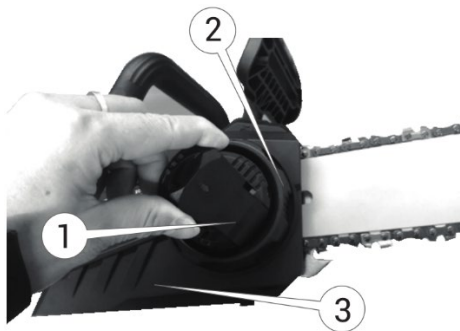

Рисунок 6. Схема вузла фіксації «шини» кришкою із механізмом натягу ланцюга.
3. Відкрутити фіксатор (1, рис. 6) кришки (3, рис. 6) кріплення «шини».
4. Демонтувати кришку (3, рис. 6) кріплення «шини».